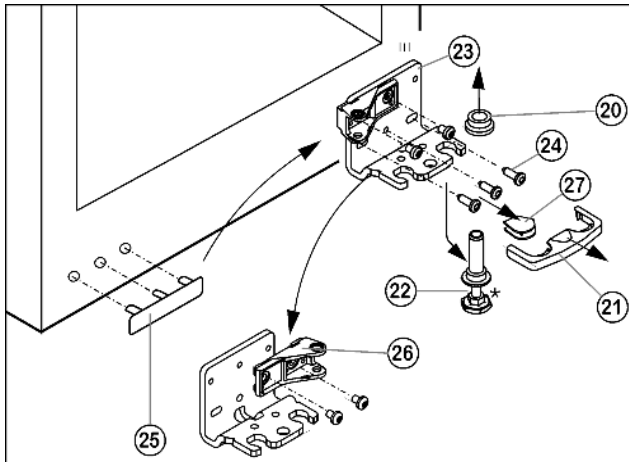

Fig. 7
- Предохранитель Fig. 7 (21) снимите движением вперед.
- Снимите крышку Fig. 7 (27).\*
- Полностью вверните регулируемую опору Fig. 7 (22).
- Вытяните опорный палец Fig. 7 (22) вниз и вперед. При этом следите за гнездом шарнира Fig. 7 (20).
- Открутите опорный кронштейн Fig. 7 (23)(3 шт. Torx 25) Fig. 7 (24).
- Осторожно приподнимите и переставьте крышку со стороны ручки Fig. 7 (25).
- Снова прикрутите опорный кронштейн Fig. 7 (23) на новой стороне шарнира (с моментом 4 Нм). При необходимости используйте аккумуляторный шуруповерт.
- Открутите опорную деталь Fig. 7 (26) и прикрутите снова с поворотом на 180°.
- Установите крышку Fig. 7 (27) на противоположной стороне.\*
- Предохранитель (21) нужно зафиксировать сбоку на кронштейне, чтобы опорный палец и двери были защищены от выпадения.
► Снова установите предохранитель (21) на опорном кронштейне.
► Наденьте гнездо шарнира Fig. 7 (20).